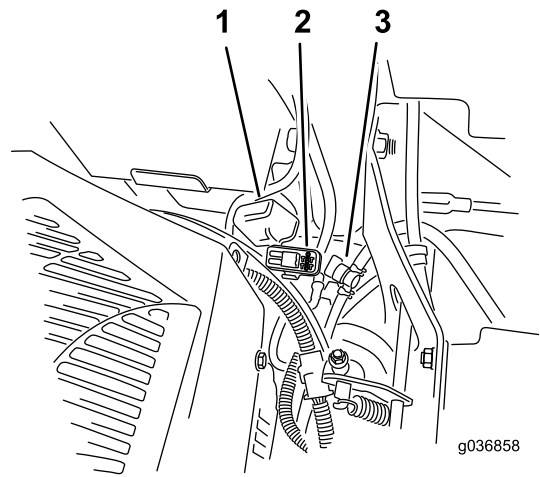

Figura 54
Notă: În cazul mainilor MyRide, asigurați-vă că nu există frecare între cablul de legare la masă i braul tractat sau ansamblul inferior al amortizorului (Figura 54).
Siguranțele fuzibile sunt amplasate pe consola dreaptă, de lângă scaun (Figura 54).
2. Instalați o siguranță nouă (Figura 54).